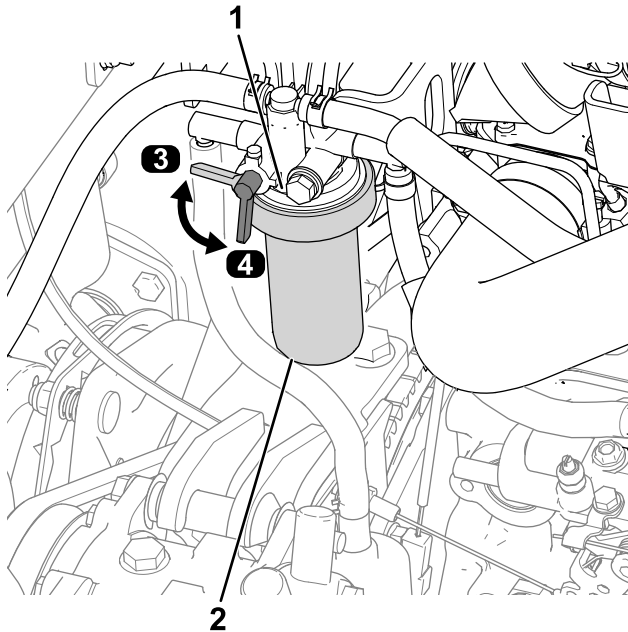

Figura 60
1. Gire la palanca de la válvula de combustible a la posición de CERRADO (Figura 60).
2. Limpie la zona alrededor de la cabeza del filtro de combustible (Figura 60).
6. Gire la palanca de la válvula de combustible a la posición de ABIERTO (Figura 60).